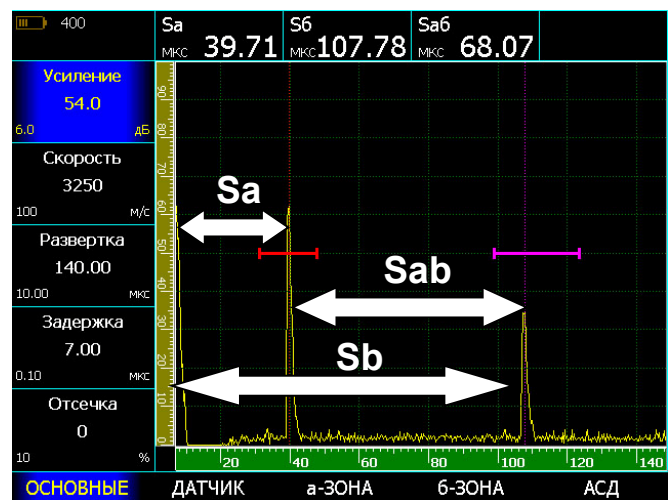

Рис.3-11 Измерение времени прохождения сигнала в призме по образцу СО-3
Картинка на экране дефектоскопа будет аналогичной показанной на рис. 3-11
4. Сигнал вновь проходит через призму и регистрируется прибором. Этот сигнал изображен на рис. 3.11 через расстояние  $S_a$ .
7. Пришедшие колебания отображены на рис.3-11 на расстоянии  $S_b$ .